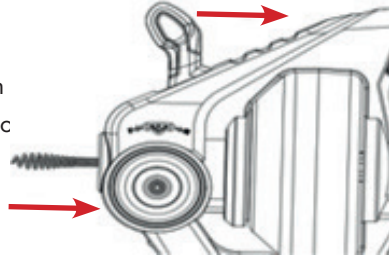

Fig. 7
- L'arbre en spirale est sorti à l'avant (Fig. 7).